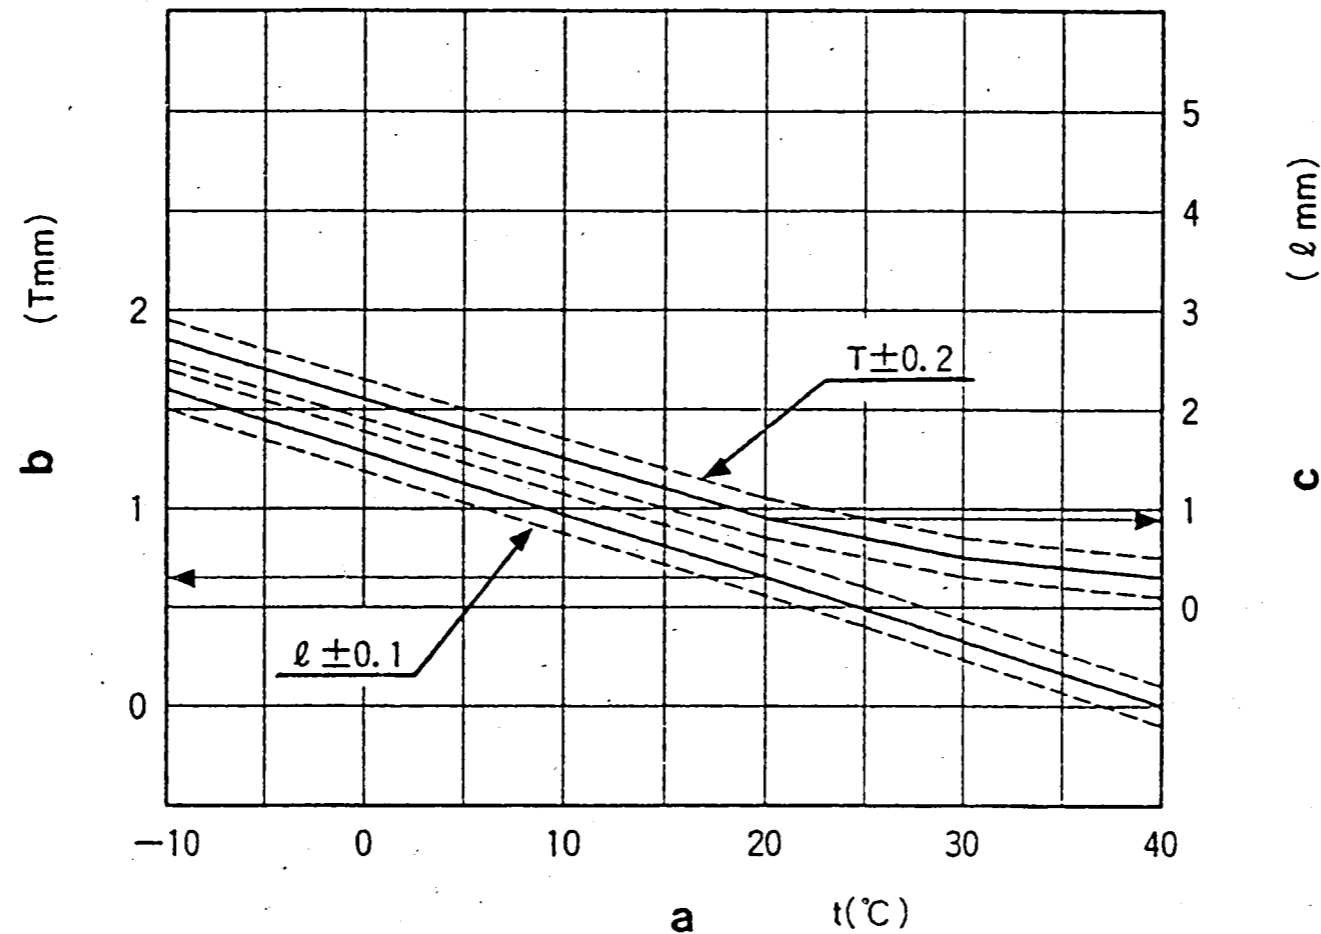

Bild 57
- 1) Verstellerweg aus Bild 57 für die Lufttemperatur bei der Einstellung ermitteln.
- 2) Verstellerweg-Einstellschraube so einstellen, daß der Verstellerweg dem im Diagramm (Bild 57) ermittelten Wert entspricht.
- 1) Dicke $l \pm 0,05$ mm des erforderlichen Parallelendmaßes (Bild 57) entsprechend der Lufttemperatur bei der Einstellung entnehmen.